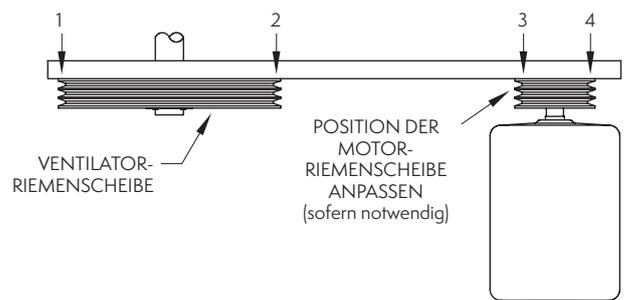

Abb. 19 – Kontrolle der Riemenscheibenausrichtung
9. Zur Endkontrolle kann eine Wasserwaage von Riemenscheibe zu Riemenscheibe gelegt werden (wie in Abb. 19 dargestellt), wodurch eine 4-Punkt-Auflagefläche entstehen sollte. Justieren Sie die Position der Motorriemenscheibe bei Bedarf, bis ein Vier-Punkt-Kontakt erreicht ist.